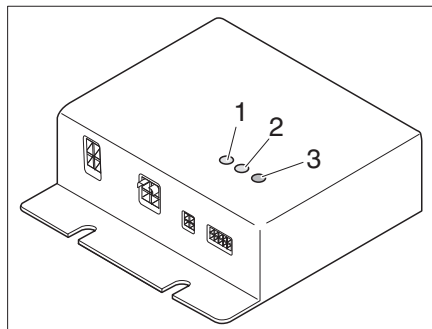

Fig. 303 Régulateur
Le régulateur (Fig. 303) est monté dans la penderie. Les voyants de contrôle qui se trouvent sur le régulateur ont la signification suivante :
- La DEL de contrôle (Fig. 303,1) CC1 s'allume en vert: le circuit de chauffage 1 est en service
- La DEL de contrôle (Fig. 303,2) CC2 s'allume en vert: le circuit de chauffage 2 est en service
- DEL de défaut (Fig. 303,3)